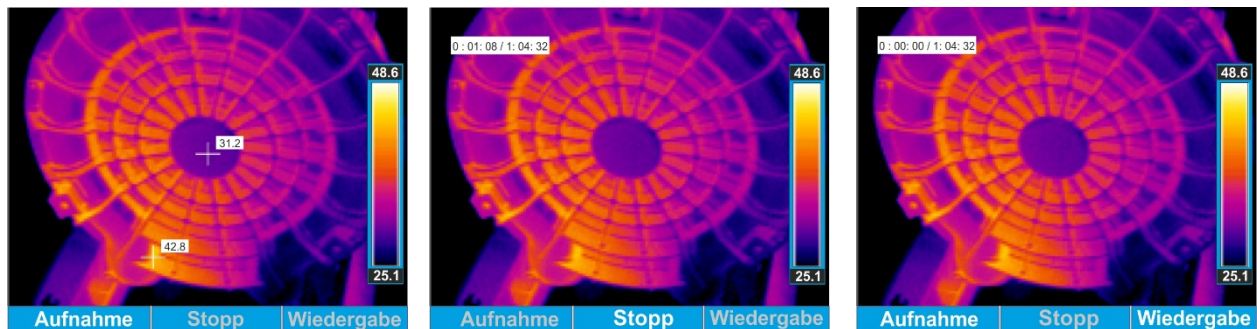

Fig. 29: Führen IR Video auf SD-Karte
2. Falls die externe SD-Karte ausgewählt wird, fordert das Instrument Sie auf, die Ordner unter 3 verfügbaren Optionen (Ordner 1, Ordner 2 oder Ordner 3) auszuwählen in der das Bild abgespeichert werden soll oder ob das Abspeichern des Bildes im allgemeinen Teil der SD Karte erfolgen soll (siehe Abb. 29).